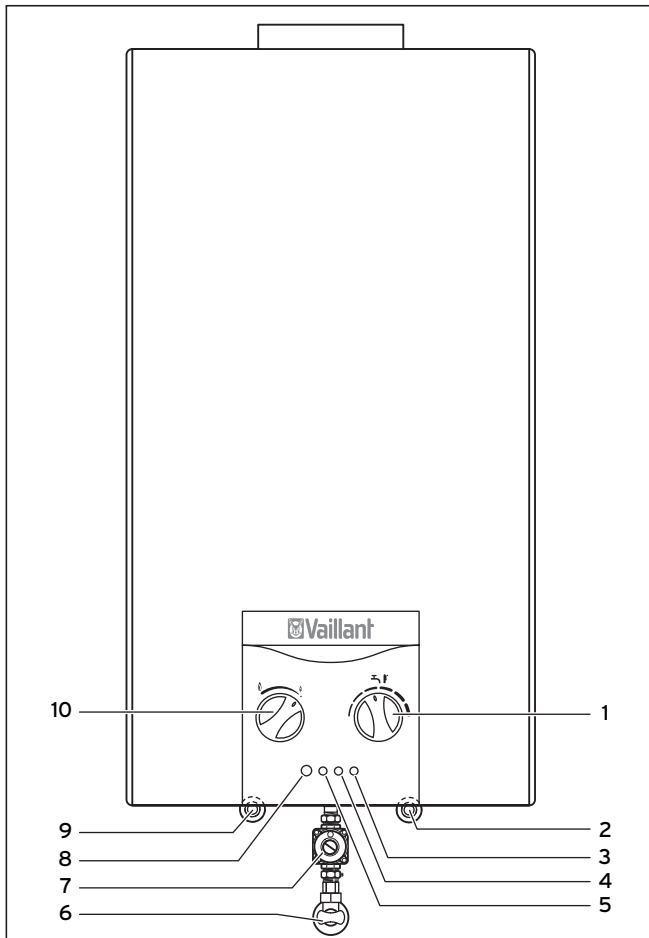

Рис. 4.1 Органы управления atmoMAG
- оставить водяной кран открытым и выключить и снова включить устройство путем двухразового нажатия главного выключателя (8), см. рис. 4.1.